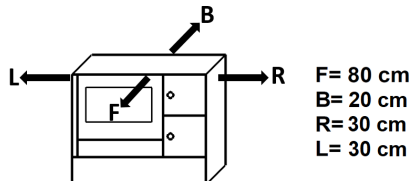

Figure 3 - Distances de sécurité
- * Aucun matériau combustible ne doit être utilisé à proximité des parois de la cuisinière à bois (les distances de sécurité doivent être respectées, voir Figure 3).